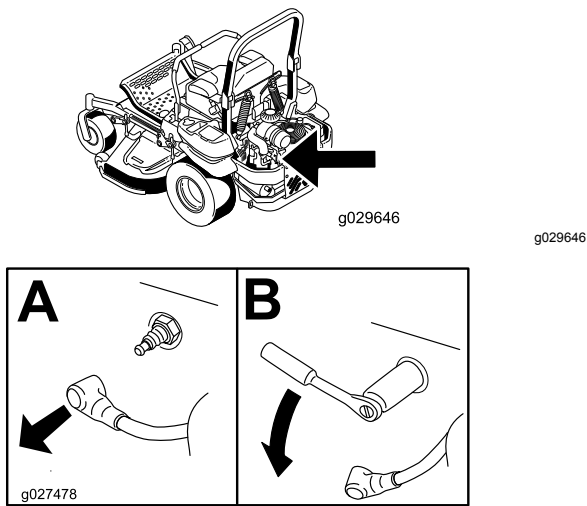

Figura 58
4. Retire la bujía (Figura 58).